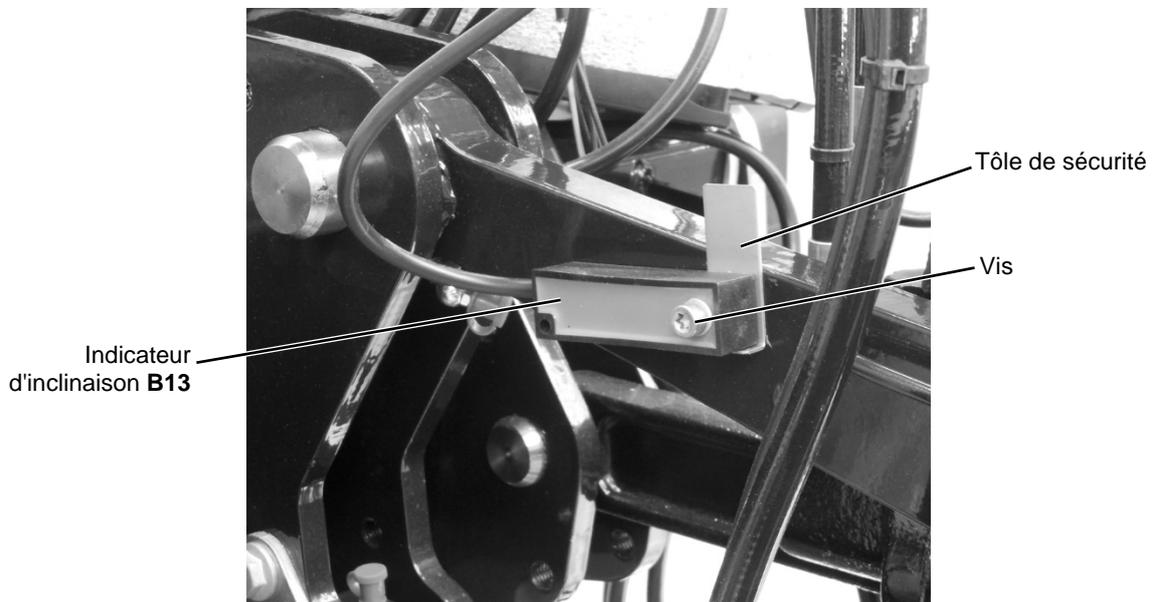

Figure 46 : Indicateur d'inclinaison **B13** (2)
- ▶ Desserrez la vis de l'indicateur d'inclinaison **B13** sur le bras de torsion droit du cadre de torsion (voir Figure 46).